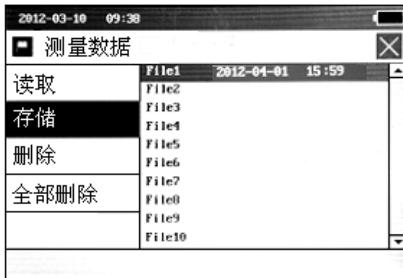

图 2-24 数据存储
- ◆ 点按屏幕中“存储”进入数据存储状态，也可按 $\uparrow\text{Ra...}$ $\downarrow\text{PRINT}$ 选择“存储”，再按 \leftarrow 进入数据存储状态（见图 2-24）。